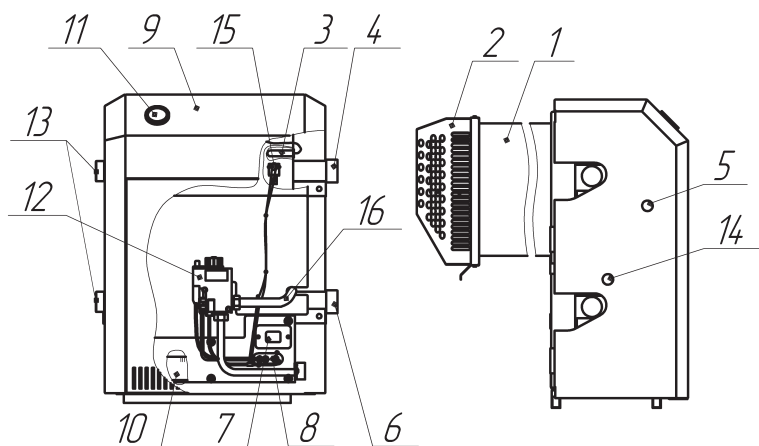

Рис. 1. Устройство изделия
- 5.1 Котел представляет собой сварную конструкцию, образующую по всему периметру водяную рубашку, окаймляющую топочную камеру, в которую помещен контур горячего водоснабжения (для котлов с водяным контуром). В нижней части котла, в проеме топочной камеры, установлено газогорелочное устройство с органами управления. В задней части котла находится газоотводящий патрубок для удаления продуктов сгорания из толки. На задней поверхности котла расположены проушины для крепления котла к стене. На боковых стенках котла расположены патрубки для подключения отопления (см. рис. 1).